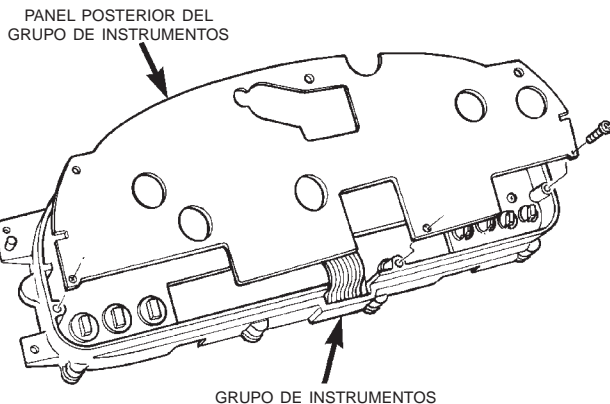

Fig. 17 Panel posterior del grupo de instrumentos
- (2) Retire el grupo de instrumentos. Consulte los procedimientos en Desmontaje e instalación del grupo de instrumentos con indicador mecánico de posiciones de transmisión.
- (3) Retire los tornillos que fijan el panel posterior en el grupo de instrumentos (Fig. 17).
- (4) Retire el panel posterior.